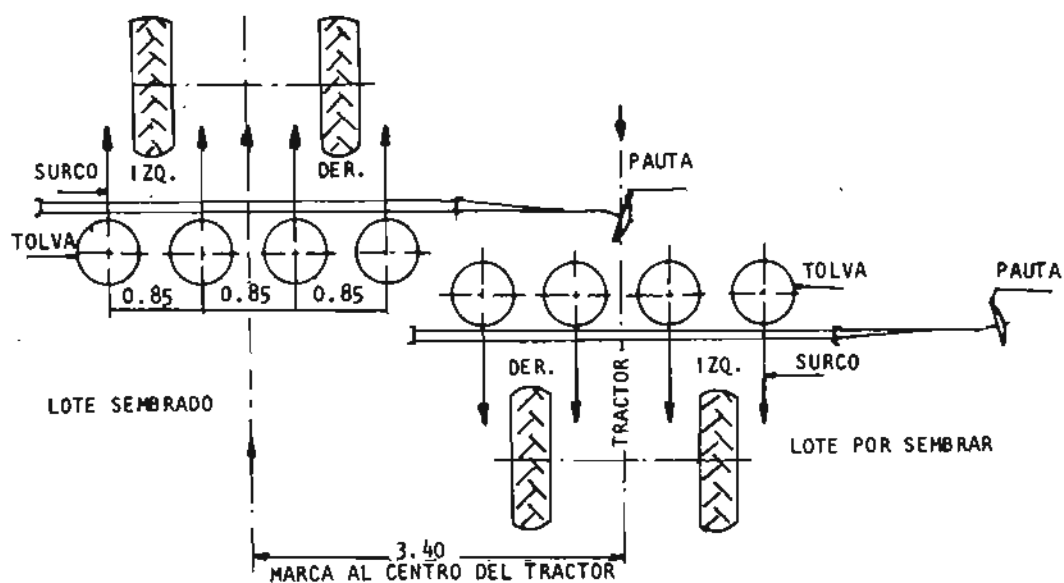

Fig. 7
- Para marcar el centro del tractor debe ser igual a cuatro veces la distancia entre surcos. (Fig. 7)